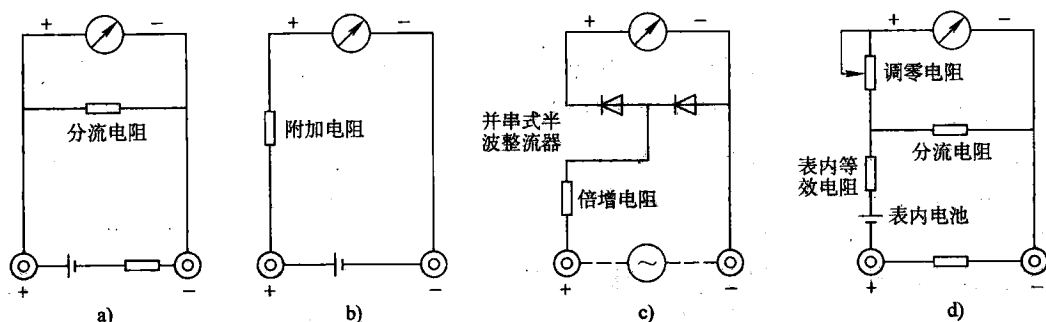

图 2—10 测量原理图
1) 测直流电流原理。如图 2—10a 所示, 在表头上并联一个适当的电阻(叫做分流电阻)进行分流, 就可以扩展电流量程。改变分流电阻的阻值, 就能改变电流的测量范围。
2) 测直流电压原理。如图 2—10b 所示, 在表头上串联一个适当的电阻(叫做附加电阻)进行降压, 就可以扩展电压量程。改变附加电阻的阻值, 就能改变电压的测量范围。
3) 测交流电压原理。如图 2—10c 所示, 因为表头是直流表, 所以测量交流时, 需加装一个并串式半波整流电路, 将交流进行整流变成直流后再通过表头, 这样就可以根据直流电压的大小来测量交流电压。扩展交流电压量程的方法与直流电压量程相似。
4) 测电阻原理。如图 2—10d 所示, 在表头上并联和串联适当的电阻, 同时串接一节电池, 使电流通过被测电阻, 根据电流的大小, 就可测量出电阻值。改变分流电阻的阻值, 就能改变电阻的量程。